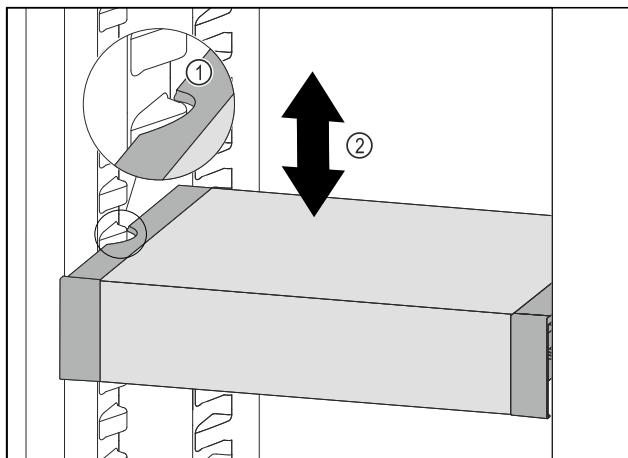

Fig. 52
- Изтеглете VarioSafe напред, докато страничните прорези на VarioSafe се намират на височината на реброто на съда в хладилната част. Fig. 52 (1)
- Преместете VarioSafe нагоре или надолу в хладилната част, докато се достигне желаната височина. Fig. 52 (2)